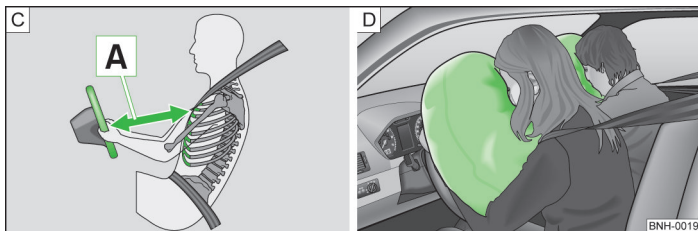

Fig. 117 Distanța sigură față de volan/airbaguri umplute cu gaz
Când se declanșează airbagurile, acestea se umflă în fața șoferului și pasagerului din față » fig. 117 - [D]. Airbagul umflat amortizează mișcarea spre înainte a pasagerilor reducând astfel riscul de rănire în zona capului și a pieptului.
- Atât pentru șofer cât și pentru pasagerul față este important să păstreze o distanță de aproximativ 25 cm față de volan, respectiv de planșa de bord [A] » fig. 117. Dacă nu se respectă această distanță, sistemul airbag nu își poate exercita eficiența maximă - Pericol! Pe lângă acestea, scaunele din față și teierele trebuie să fie întotdeauna reglate în funcție de mărimea corpului.